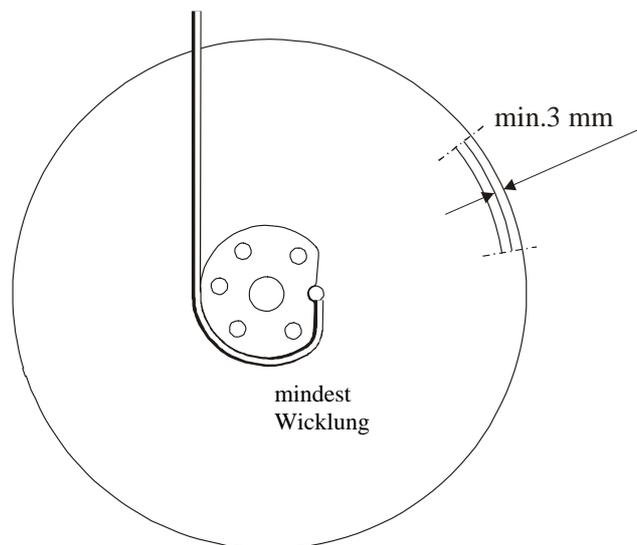

Abb. 4
Wenn der Motor nicht laufen kann, den Schalter (B) auf MAN stellen und versuchen durch Schalter (C) den Motor zu betätigen. Wenn das möglich ist, die Öffnungs- und Schließverbindungen zur Automateinheit und evtl. auch das Potentiometer nachprüfen. Wenn die Betätigung des Motors nicht möglich ist, nachprüfen, ob 230 V ac vorhanden ist. Wenn ja, den Schalter (C) auf Öffnen (aufwärts) stellen, den Deckel abnehmen und die Spannung zwischen Öffnen (E) und Null (N) auf Klemme J1 (Abb.4) messen. Wenn die Spannung O.K. ist und der Motor nicht läuft, den Getriebemotor oder den Motorkondensator (H) austauschen. Wenn keine Spannung, die Printplatte austauschen. Wenn der beim Öffnen verwendete Endschalter (O Abb. 4) aktiviert ist, den Schalter (C) auf Schließen stellen (abwärts) und die Spannung zwischen Schließen (G) und Null (N) auf Klemme J1 messen. Wenn die Temperatur des Motors 110°C übersteigt, so wird ein Thermokontakt (T) ausschalten und der Motor kann nicht laufen.